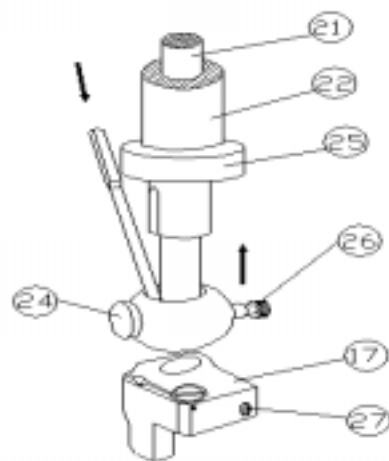

FIG. 8
Ensuite ré-montage la pince (24) de l'aiguille et la structure taillez (17) sur leurs barres respectives, insérer l'aiguille double crochue à travers la partie supérieure de la pince, comme illustré dans FIG. 8. Assurez-vous que la serrant surface sur la saveur forte de l'aiguille est sur la gauche de la machine et cette fin supérieure de l'aiguille touche le col de l'arrêt (25). Serrez la vis (26). Levez la tringle intérieure tout le chemin, ajuster la pince de la structure afin qu'il se repose simultanément contre la pince et l'épaule de la tringle intérieure, et alors serre la vis (27). Quand ces opérations ont été complétées l'augmentation la tringle intérieure et vérifiez que rien n'entrave son mouvement afin que la pointe de l'aiguille ne déplace pas. Tournez la main roue jusqu'à la pince de la barre de l'aiguille (20) atteint son U.D.C. (Centre Mort Supérieur). À ce point ajuste la hauteur de la barre de l'aiguille afin qu'il y ait une distance de 16mm entre la pointe de l'aiguille et la plaque de la gorge. Serrez la pince du guide (20), soyez prudent de ne pas défigurer la partie intérieure de la barre de l'aiguille. Quand faire ces ajustements, il est recommandé que